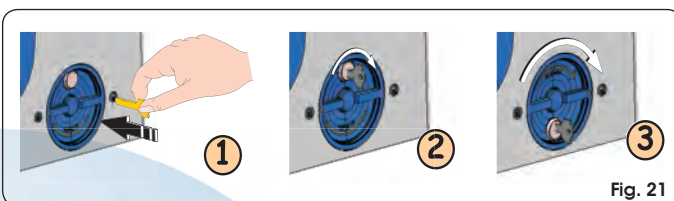

Fig. 21
1. Steek de speciale bijgeleverde sleutel in het slot Fig. 21 Ref. ①, en draai hem met de wijzers van de klok mee zoals aangegeven in Fig. 21 Ref. ②.
2. Draai het ontgrendelingsmechanisme ongeveer 180° met de wijzers van de klok mee, zoals aangegeven in Fig. 21 Ref. ③.